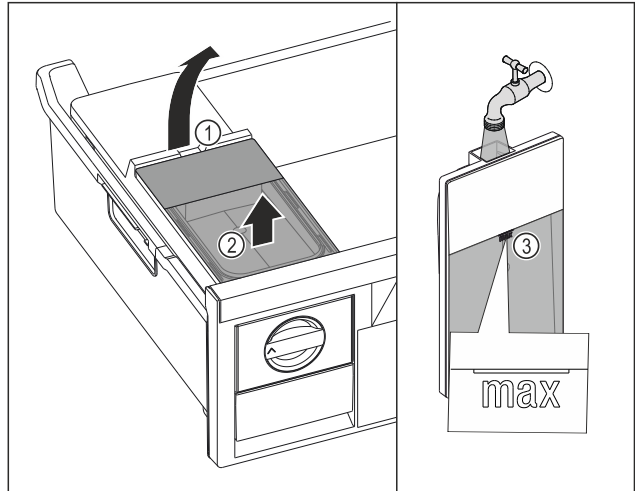

Fig. 109
- Su deposunu boşluktan Fig. 109 (1) tutarak yukarı kaldırın.
- Su deposunu yukarı doğru çıkartın. Fig. 109 (2)
- Su deposuna işarete Fig. 109 (3) kadar içme suyu doldurun.